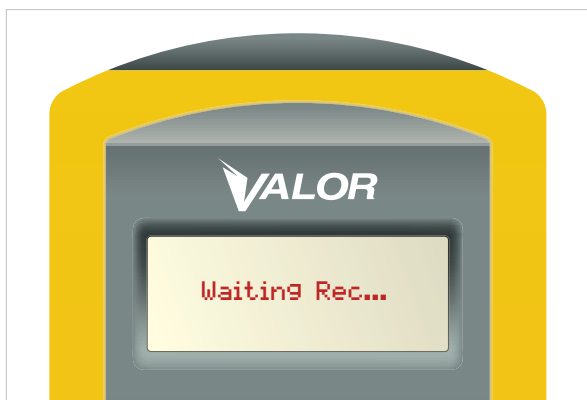

Figure 22
3. L'écran indique Waiting Rec (en attente des données) (Figure 22). Redémarrez le CANbus (éteignez-le puis redémarrez-le).